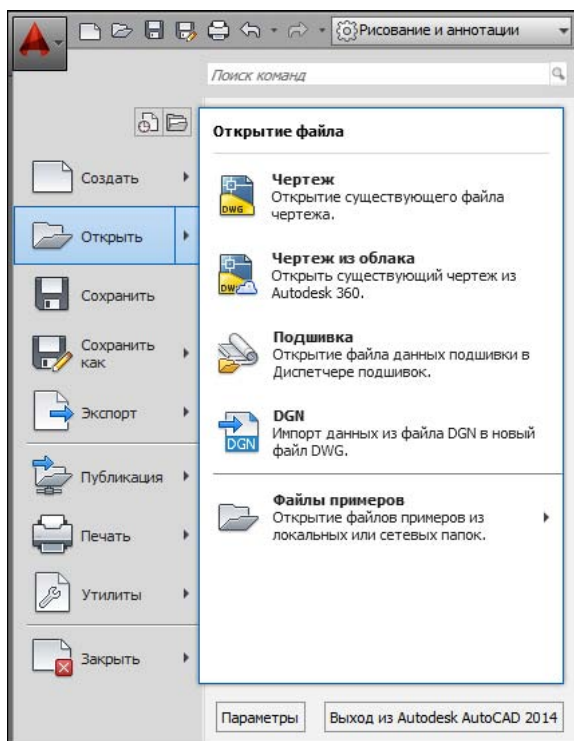
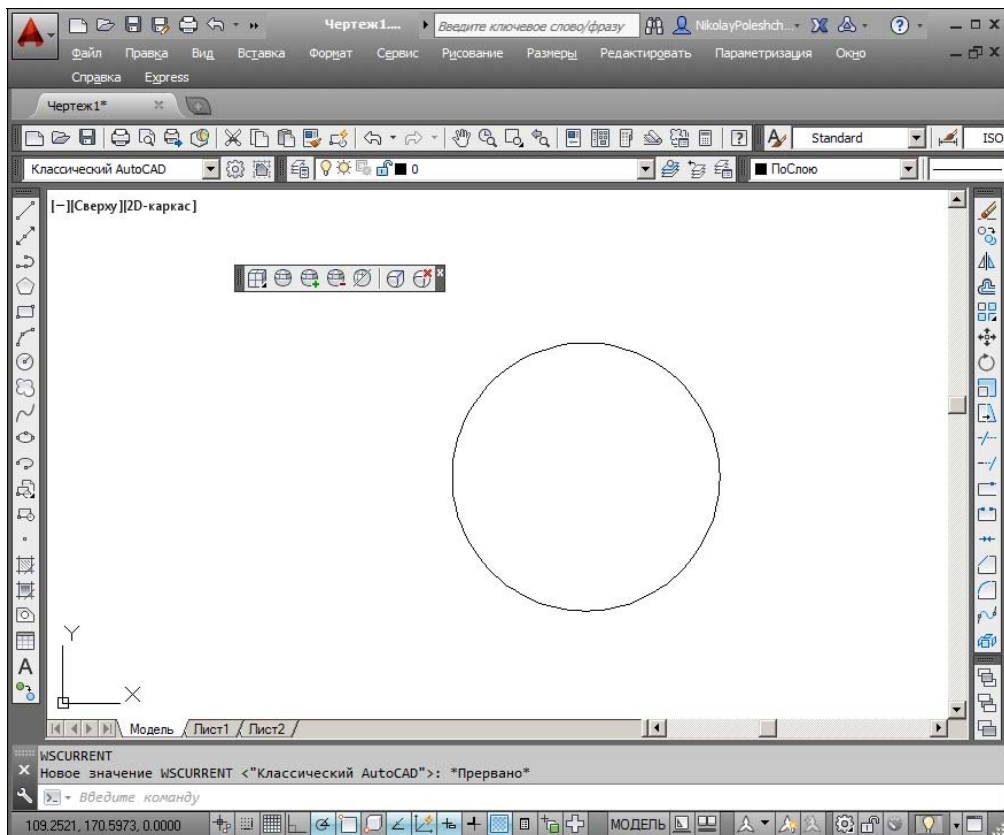
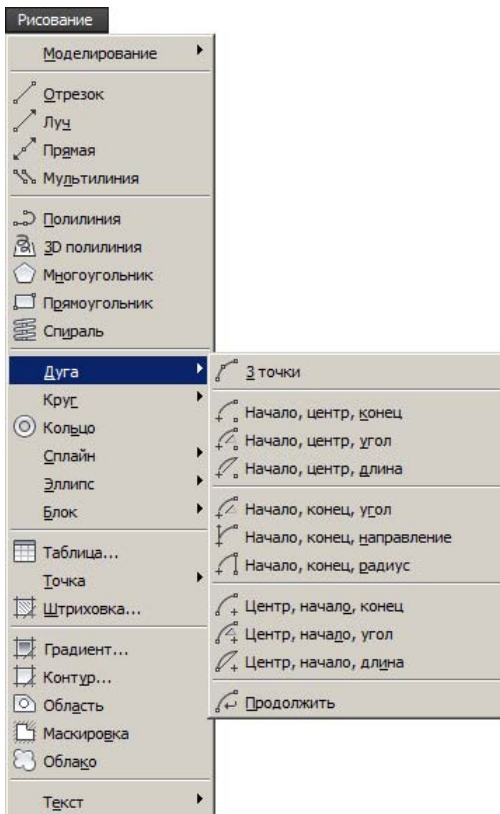
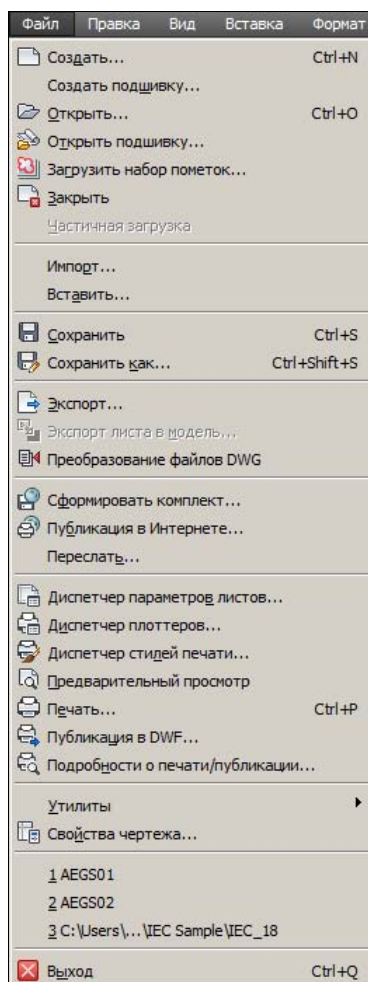

Рис. 1.36. Меню приложения (подменю Открыть)
Рис. 1.38. Рабочее пространство **Классический AutoCAD**
Рис. 1.40. Падающее меню **Рисование**
Рис. 1.44. Падающее меню **Файл**
*Меню приложения* — это элемент интерфейса в форме специального окна, появляющегося после щелчка по значку , который располагается в левом верхнем углу окна AutoCAD. Окно меню приложения представляет собой вертикальную таблицу с перечнем операций над файлами (рис. 1.36).
В окне меню приложения (см. рис. 1.36) в левом столбце показаны наименования пунктов и подменю, а справа — состав выбранного подменю (в данном случае это **Открыть** (Open)). Для просмотра длинных подменю предусмотрены треугольные значки прокрутки. Щелчок по каждому пункту подменю вызывает выполнение соответствующей операции, записанной в *макросе* этого пункта. К пунктам подменю также даются подсказки.
В рабочем пространстве **Классический AutoCAD** (AutoCAD Classic) (рис. 1.38) отключена лента и доступны старые элементы пользовательского интерфейса, как в версии 2008 и в более ранних: строка меню с именами падающих меню и панели инструментов. Установить это рабочее пространство можно выбором его названия в списке, изображенном на рис. 1.14 (*подробнее о рабочих пространствах см. разд. 1.3.4*). На рис. 1.38 строка меню фактически заняла не одну строку, а две.
Кнопка  в строке состояния AutoCAD (см. рис. 1.9) предоставляет пользователю выбор рабочего пространства, т. е. именованного состояния интерфейса, которое может быть одним из стандартных или созданным пользователем. Щелчок по кнопке открывает следующее меню (рис. 1.38).
Вызов падающего меню в рабочем пространстве **Классический AutoCAD** (AutoCAD Classic) (см. рис. 1.38) осуществляется щелчком левой кнопки мыши на соответствующем названии в строке меню (рис. 1.40).
На рис. 1.40 показано меню **Рисование** (Draw), в котором раскрыто подменю **Дуга** (Arc) с одиннадцатью пунктами. Для создания дуг есть также кнопки в ленте. Выбор подходящего варианта вызова команды является прерогативой пользователя. Подсказ-
**Запуск команды** обычно выполняется с помощью соответствующего элемента интерфейса. Например, команда ОТРЕЗОК (LINE) может быть вызвана с помощью кнопки  панели инструментов **Рисование** (Draw) (на рис. 1.38 панель расположена вертикально, слева от графического экрана), с помощью аналогичной кнопки панели **Рисование** (Draw) ленты (см. рис. 1.6) или с помощью пункта падающего меню **Рисование | Отрезок** (Draw | Line) (это меню раскрыто на рис. 1.40). Следует, однако, учитывать, что за кнопкой панели или пунктом меню всегда стоит исполняемый *макрос*, который иногда соответствует не одной команде, а нескольким командам, выполняемым системой последовательно.
Операции над файлами и некоторые другие собраны в падающем меню **Файл** (File) (рис. 1.44), которое доступно через строку меню (см. рис. 1.38). Большую часть этих операций можно выполнить также и через меню приложения (см. рис. 1.36).
Кнопка  панели быстрого доступа (см. рис. 1.14), пункт падающего меню **Файл | Сохранить** (File | Save) (см. рис. 1.44) и соответствующая команда БСОХРАНИТЬ (QSAVE) позволят вам быстро сохранить изменения текущего чертежа в файле с тем же именем.